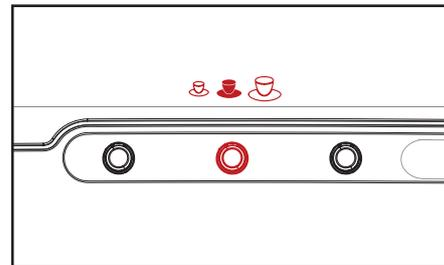

图 4.5 - 预选容量
2. 按下容积预选按钮来启动此选项。杯子的图标 (小 - 中 - 大) 出现在显示器上 (图4.5).